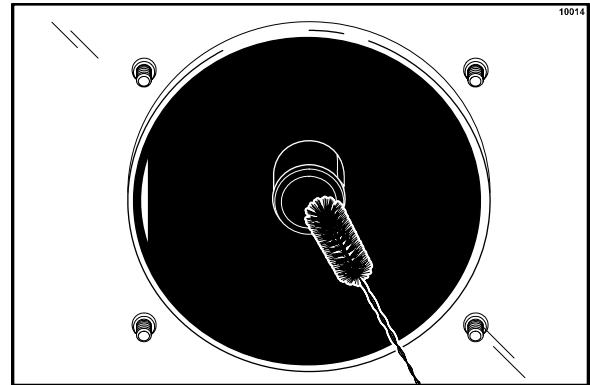

Figura 108
4. Volte à máquina com uma pequena quantidade de solução de limpeza. Usando a escova de cerdas pretas, limpe as buchas de bronze na parte traseira dos cilindros de congelamento. (Veja a Figura 108.)